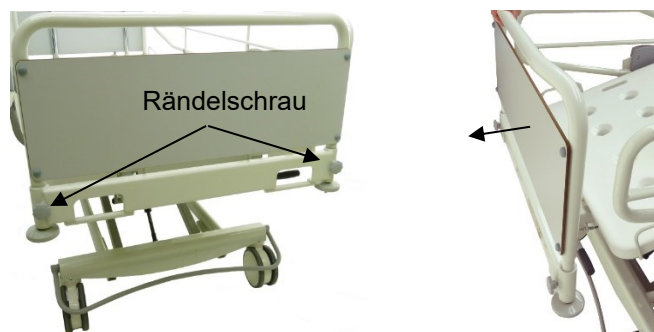

Figure 38. *Befestigung und Montage des Bettende (Brettplatte nach außen gerichtet)*
**Achten Sie darauf, dass Sie das Bettende korrekt montieren, so dass der Bogen und die Bretter vom Bett aus nach außen zeigen (Abb. 38 - Quetschgefahr).**